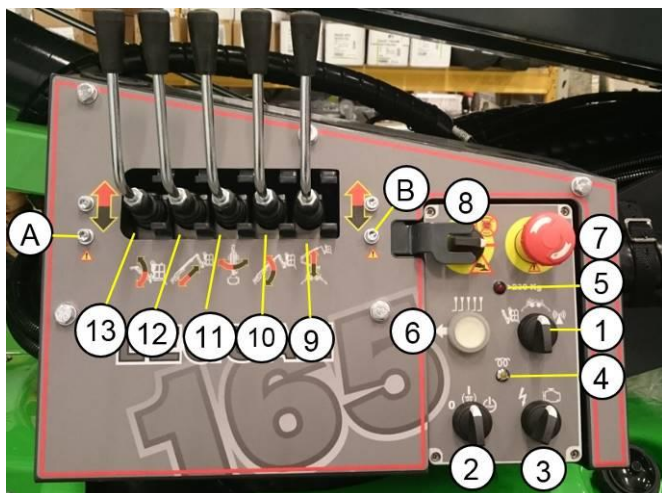

Bild 9. Reglage på marknivå
- Förbikopplingsbrytaren av säkerhetsfunktioner (bild 9) tillåter förbikoppling av nödstoppbrytarna på plattform och på marknivå samt överlastkontroll av plattform, ELLER förbikoppling av stödbenövervakning. Förbikopplingsbrytaren fungerar endast när reglage på marknivå har valts (bild 9).
- För att kunna använda brytaren öppna skruvarna A och B (bild 9) och slid lockplåten till vänster.